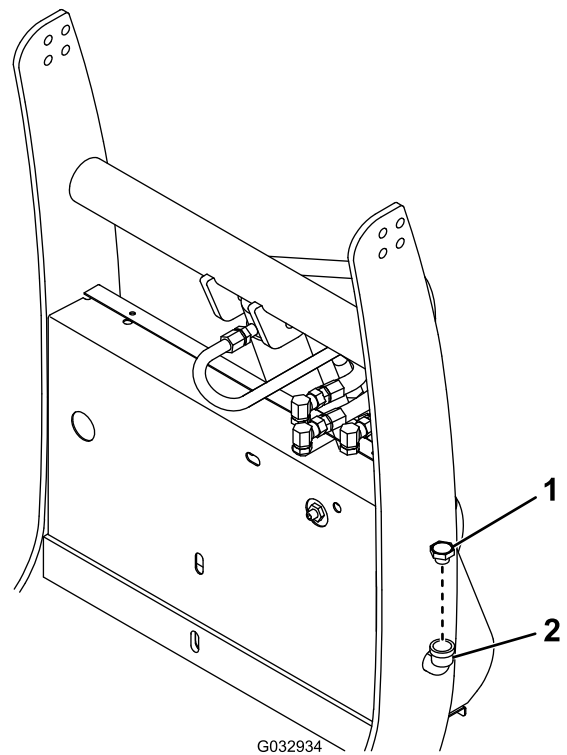

Figure 13
3. Retirez le bouchon de remplissage du réservoir hydraulique (Figure 13).